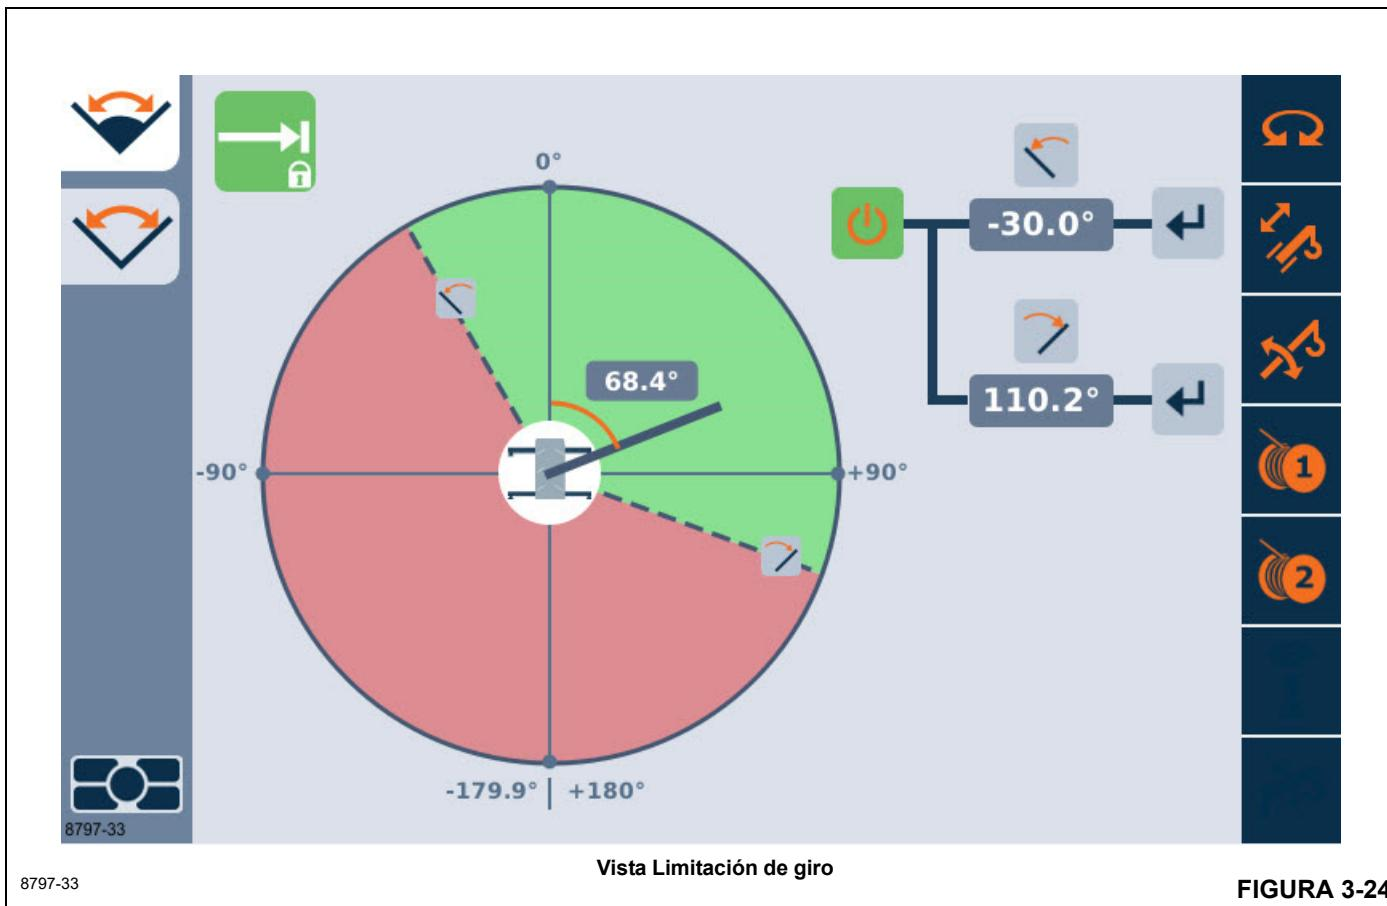

FIGURA 3-24
Si se selecciona la limitación de giro en el menú de limitaciones del WRL, se muestra la vista Limitación de giro (Figura 3-24).
Use la función de flecha izquierda y de flecha derecha en la pantalla o en el cuadrante para cambiar el objeto resaltado en la vista. A medida que las teclas de flecha se oprimen, otros objetos serán resaltados y el color naranja indica el objeto que está seleccionado y que puede afectarse por las acciones posteriores. En la Figura 3-24 puede verse que el
2. La vista de limitación de giro (Figura 3-24) se muestra en la pantalla.
7. Use la función de flecha derecha una vez para resaltar el símbolo de aceptar posición de la grúa para el giro a la izquierda (consulte la Tabla 3-7). Use el botón aceptar para aceptar la posición actual de la grúa (como el valor de 68.4 grados que se muestra en la Figura 3-24) como el valor de limitación. Ahora el valor de limitación para el giro a la izquierda debe mostrarse actualizado en la vista. Tenga en cuenta que la pluma ahora está en el límite, de modo que las alarmas probablemente sonarán. Ahora puede alejar la pluma del ángulo de giro actual para suspender la alarma. Consulte la Tabla 3-2 para conocer cómo funciona la alarma cuando la opción de bloqueo no está en uso. Consulte la Figura 3-18 para conocer acerca del botón para cancelar la alarma
1. La vista de limitación de giro (Figura 3-24) se muestra en la pantalla.